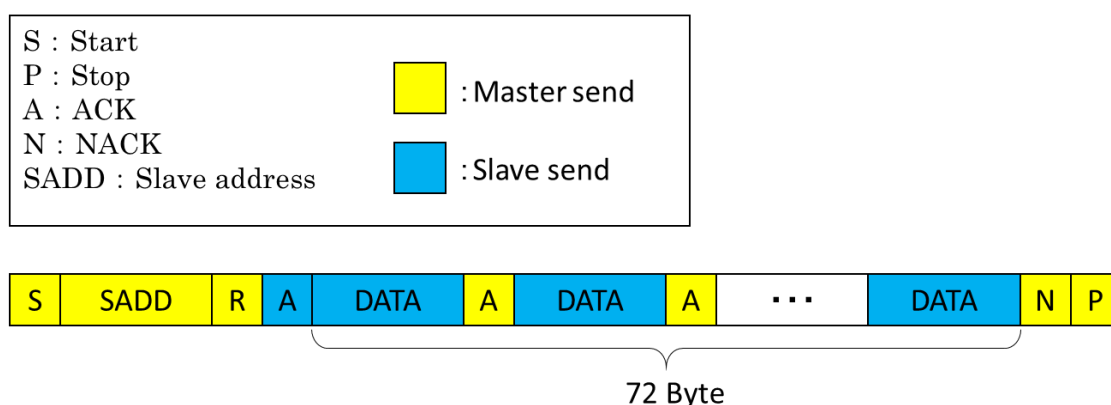

Fig. 8. データの読み込み (Reading data)
- 測定データを読み出す場合、下図のFig. 8に示すように、I²Cリードコマンドで72Byteすべてを連続で読み込んでください。
- When reading the measured data, please read all 72-byte data frames continuously by I²C read command, as shown in Fig.8 below.